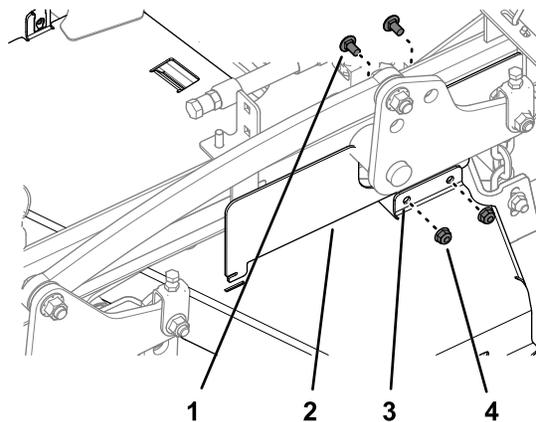

Рисунок 36
3. Удалите 2 каретных болта и 2 контргайки, которые крепят левый боковой кожух СЕ к левой крышке ремня (Рисунок 36).